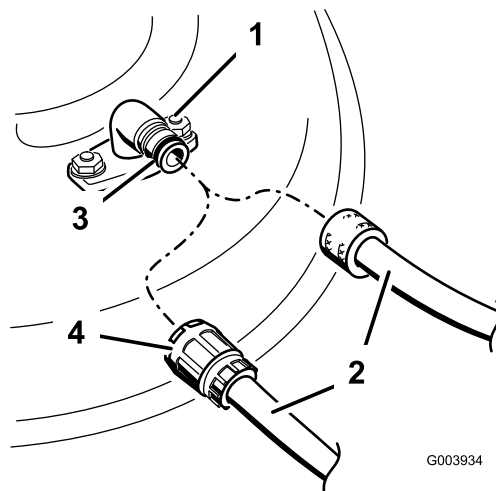

Figure 21
4. Branchez un flexible au raccord de lavage et ouvrez l'arrivée d'eau à fond (Figure 21).